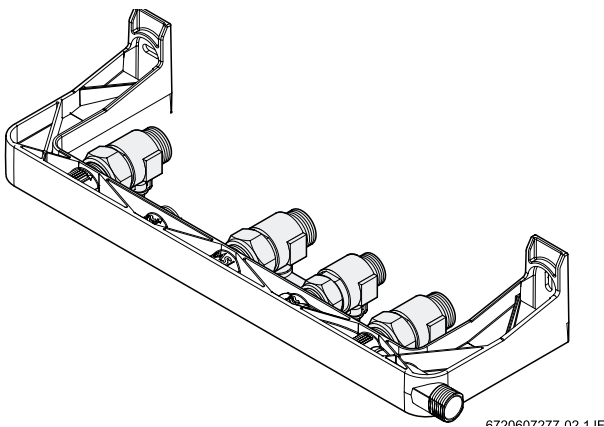

Fig. 2 Pozitionarea robinetilor
- ▶ Montarea celor 4 robineti la kitul de preinstalare ca in Fig. 2.